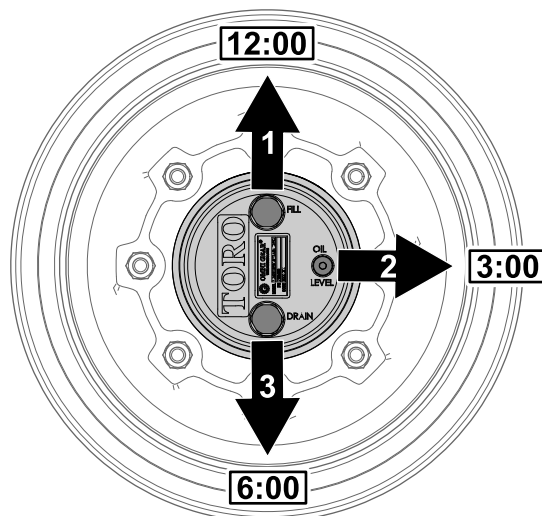

Рисунок 65
заливного отверстия находилась в положении «12 часов», пробка контрольного отверстия – в положении «3 часа», а пробка сливного отверстия – в положении «6 часов» (Рисунок 65).
2. Снимите пробку контрольного отверстия, расположенную в положении «3 часа» (Рисунок 65).
1. Припаркуйте машину на ровной поверхности, расположите колесо так, чтобы пробка заливного отверстия находилась в положении «12 часов», пробка контрольного отверстия – в положении «3 часа», а пробка сливного отверстия – в положении «6 часов»; см. Рисунок 65 в разделе Проверка масла в планетарном редукторе (страница 69).